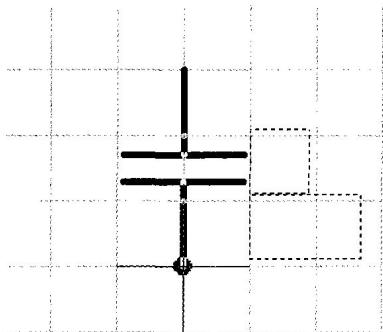

图 1-14 移动单个元件
(1) 单个元件的移动。可使用前面介绍的方法：一是直接移动；二是利用菜单命令进行移动，移动过程中的状态如图 1-14 所示。